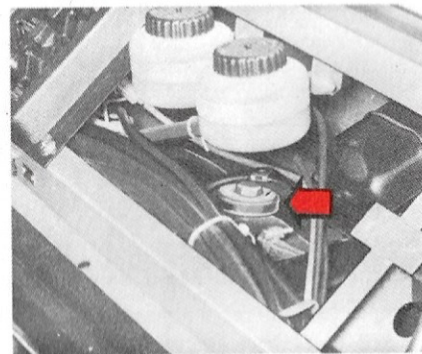

Bild 141. Kylarlock
2. Fyll kylaren med kylvätska och sätt på kylarens lock, bild 141. Använd året om en blandning av 50 % vatten och 50 % frysskyddsvätska.